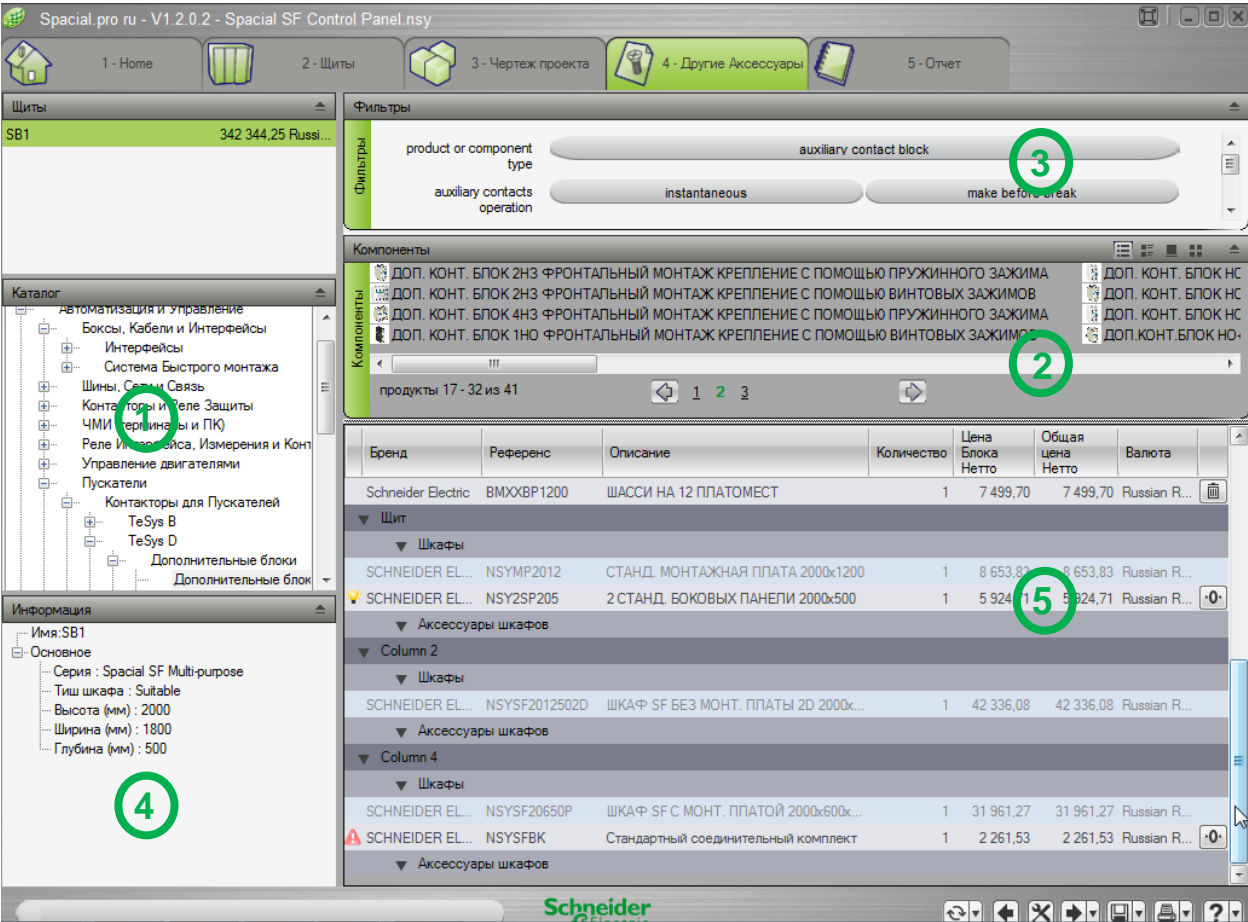

Рис. 59
Внешний вид закладки **Другие аксессуары** отображен на Рис. 59. Здесь у пользователя есть возможность выбрать аксессуары и дополнительные блоки устройств, установленных внутри шкафа, а также аксессуары самих шкафов. То есть продукты, которые не требуется отображать на чертеже, но они должны упоминаться в спецификации. Здесь также есть возможность увидеть общую спецификацию по проекту.
на Рис. 59
- обязательный аксессуар. В примере на Рис. 59 программа автоматически добавила комплект для соединения шкафов и пометила его как обязательный аксессуар.